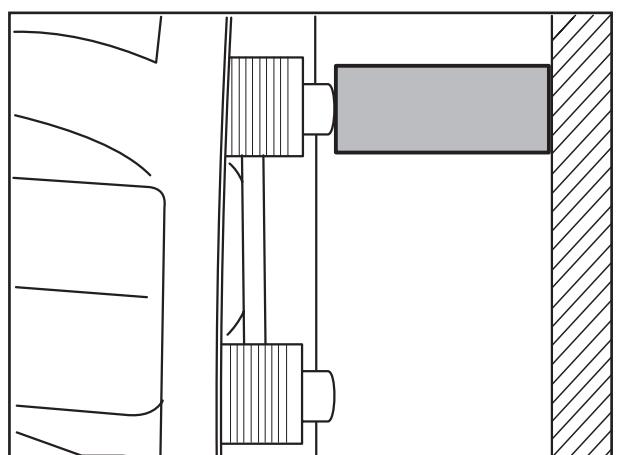

Fig. 6
ausgebautem Bremssattel (Fig. 6):
- Brake caliper removed (Fig. 6):
- Etrier de frein démonté (Fig. 6) :